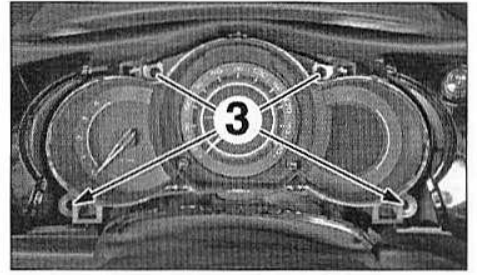

FIG.8
- Déposer les vis (3) (Fig.8).